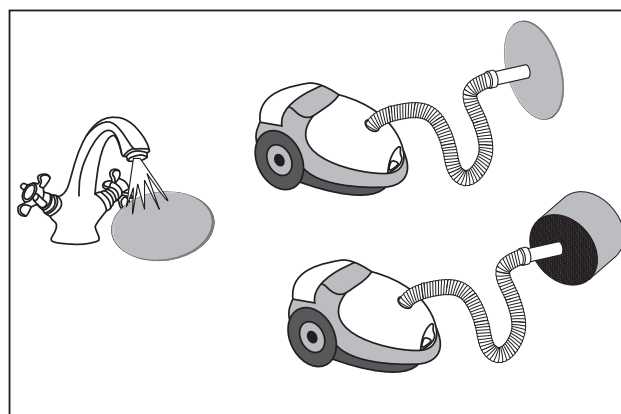

Abb. 25. Reinigung der Filter und des Wärmetauschers
- Reinigen Sie die Filter regelmäßig von Schmutz, mindestens alle 3 Monate. Nach 90 Betriebstagen erfolgt ein Tonsignal, der auf den Filterwechsel oder die Filterreinigung deutet. Das Tonsignal wiederholt sich alle 5 Minuten. In diesem Fall schalten Sie die Anlage ab und reinigen oder wechseln Sie die Filter. Zur Filterreinigung spülen Sie die Filter mit Wasser oder verwenden Sie einen Staubsauger, Abb. 25. Installieren Sie die trockenen Filter in das Lüftungsrohr. Die Filter sind für 3 Jahre Betrieb ausgelegt. Für neue Filter, wie sie in der Tabelle "Technische Grunddaten"